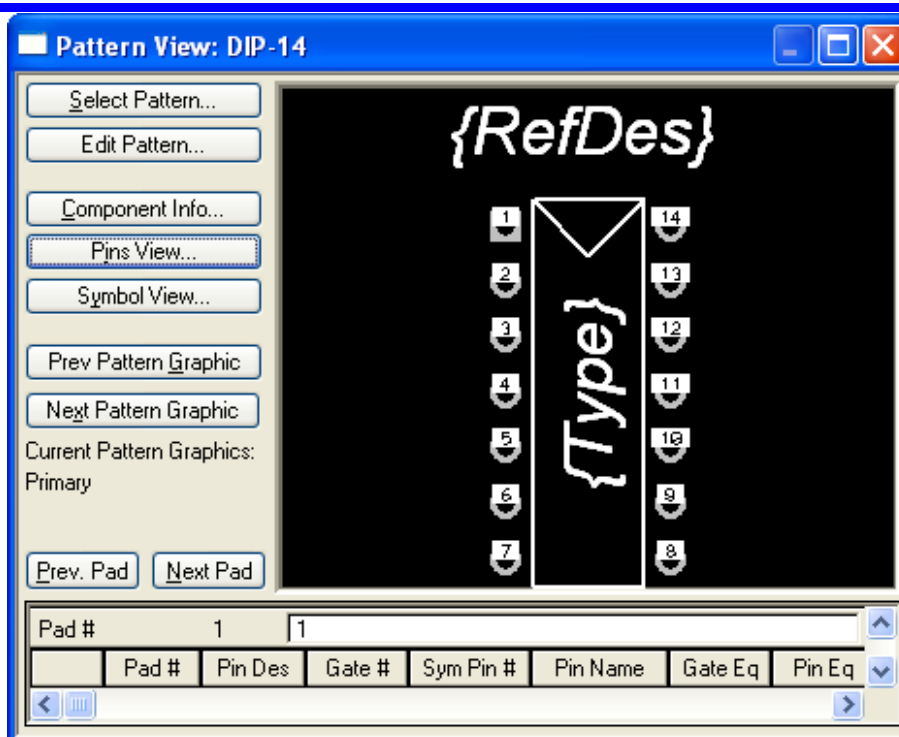

Рисунок 3.4- Окно *Pattern View* редактирования корпуса и ПМ компонента
- Для выбора, просмотра и возможного редактирования ПМ компонента надо щелкнуть по кнопке *Pattern View* в окне *Pins View*. Откроется диалоговое окно *Pattern View* (рис. 3.4).